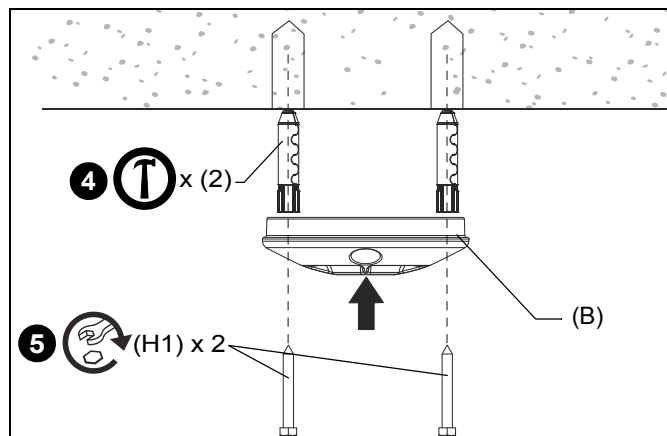

Figure 5
4. Insérez deux chevilles d'ancrage à béton Fischer UX10 ou Toggler AF8 (non incluses) dans les trous de guidage jusqu'au ras de la surface de montage. (Voir Figure 5)
5. Fixez sans serrer la plaque de plafond (B) à la structure à l'aide de deux tirefonds (minimum) de 5/16 x 2-3/4 po (H1). (Voir Figure 5)
7. Serrez les boulons tirefonds. (Voir Figure 5)